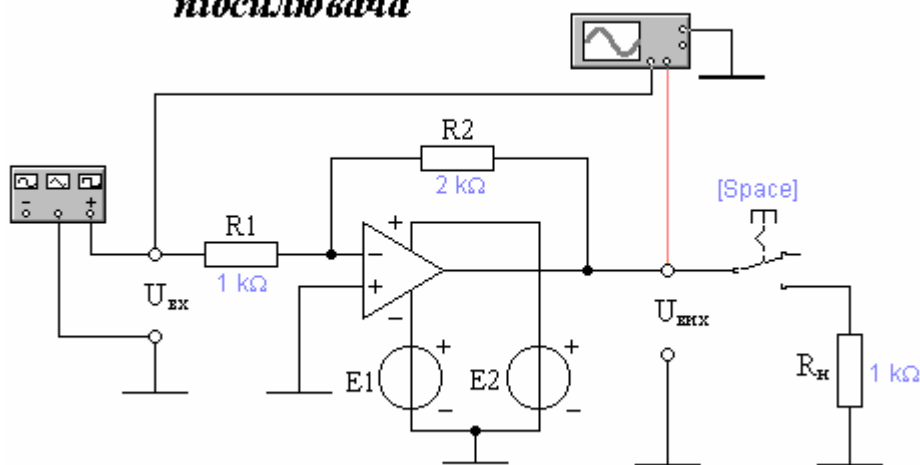

Рисунок 8.4
- 4.1 Відкрити файл «ОП інв» (рис. 8.4).
4.11.1 Зменшити удвічі напруги живлення E_1 та E_2 (рис. 8.4), для чого: